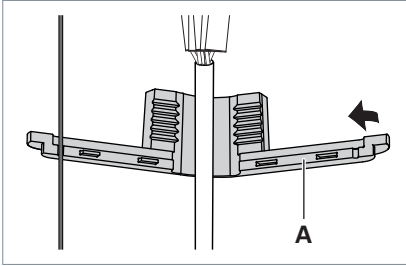

Fig. 17: Monter le guide-câble.
- ▶ Placez le guide-câble **A** autour du câble de raccordement et du câble métallique, voir Fig. 17.